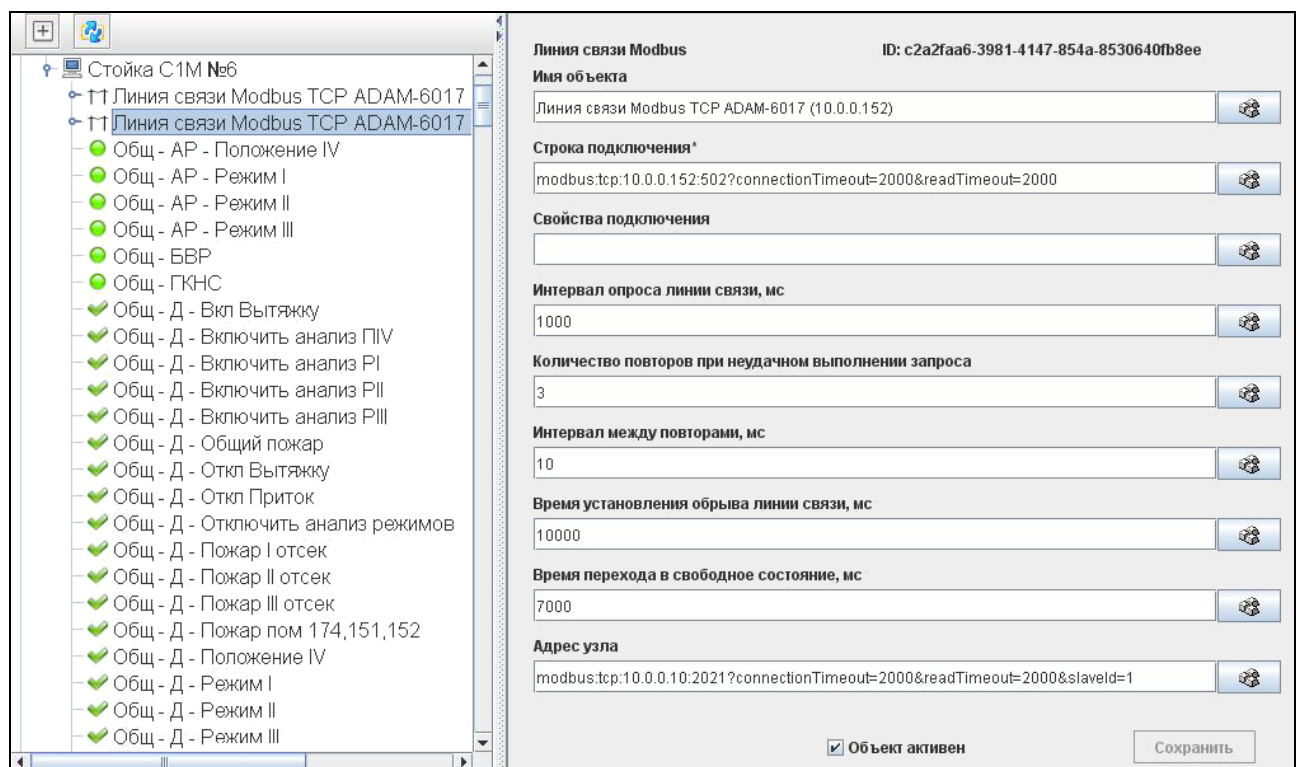

Рисунок 32 — Элемент «Линия связи Modbus»
3.10.39.1. Отражает состояния линии связи Modbus (рис. 32).